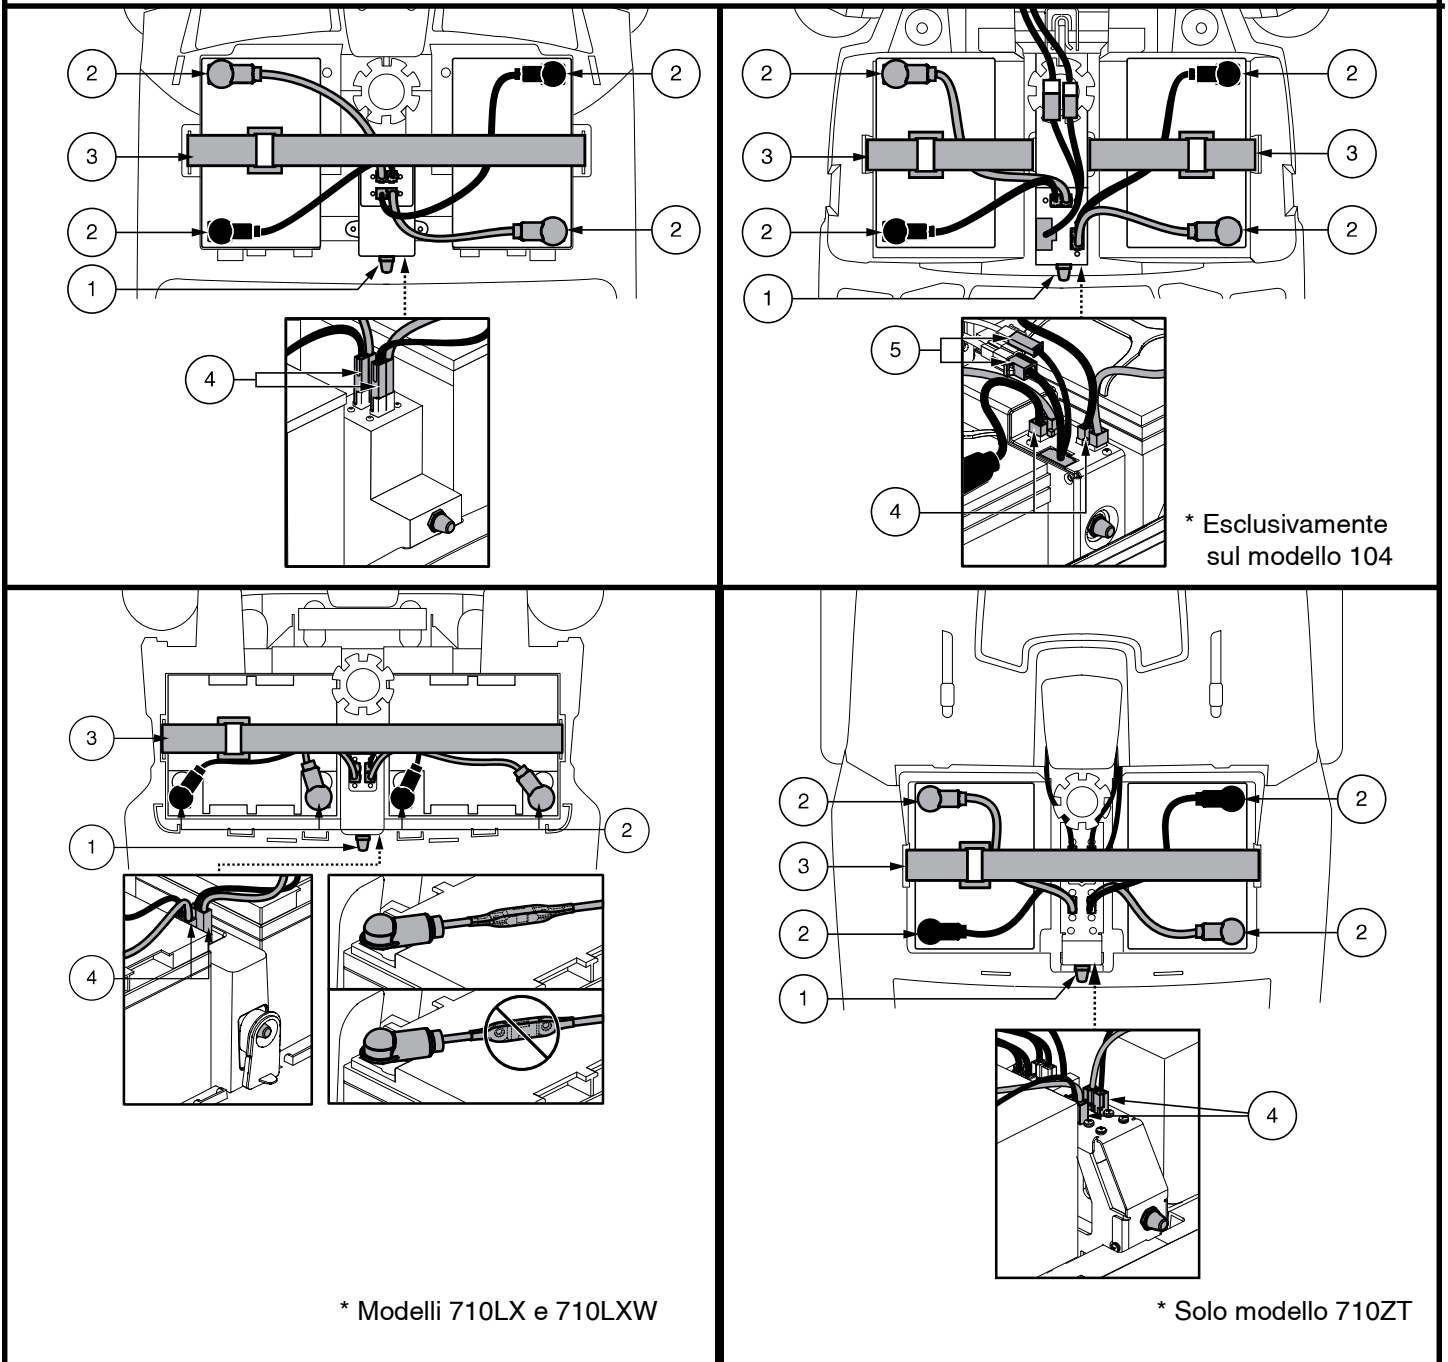

Figura 14. Terminali e connessioni per l'installazione/rimozione delle batterie
2. Scollegare la fascetta di fissaggio delle batterie. Vedere figura 14.
3. Scollegare il gruppo della batteria sollevandolo verso l'alto. Vedere figura 14.
6. Posizionare la batteria nuova nell'alloggiamento corrispondente. Per i modelli 710LX e 710LXW, rivolgere verso il retro i terminali della batteria di ciascuna batteria. Per tutti gli altri modelli, rivolgere i poli della batteria di ciascuna batteria l'una di fronte all'altra e verso i lati esterni dello scooter. Vedere figura 14.